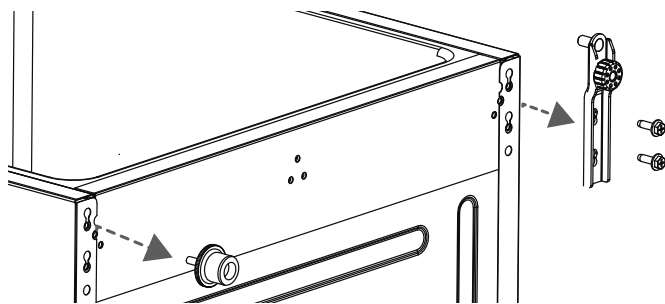

Fig. 4
- ▶ Svitare la cerniera inferiore insieme al piedino regolabile (3) (vedere la **fig. 4**).